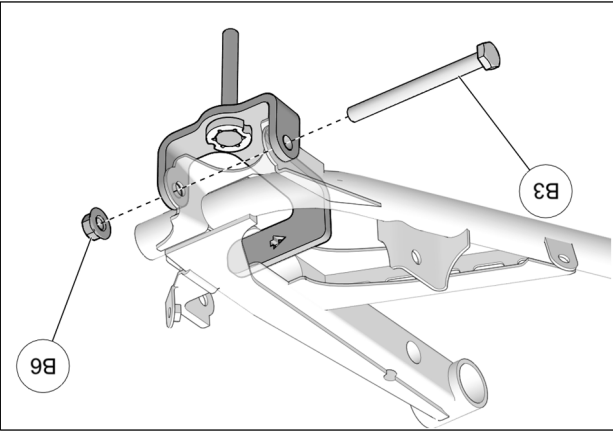

Fig. 8
7. Insérer le nouveau boulon M10 (B3) à travers l'ancrage, le bras de suspension inférieur et le moyeu de roue. Fixer l'écrou M10 (B6) sur le boulon. Serrer l'assemblage à un couple de 50 N•m [37 lb•pi]. See Fig. 8